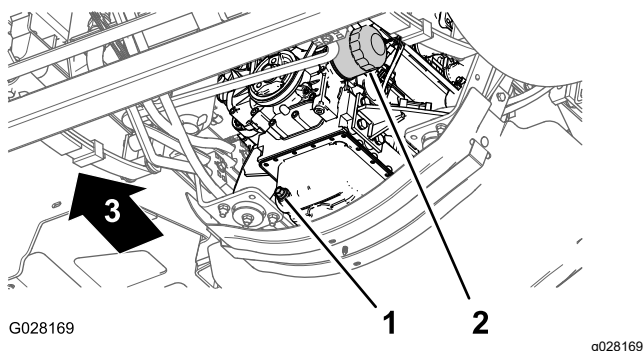

図 112
3. エンジンオイルフィルタの下にオイルを受ける容器をおく 図 112。
4. 古いオイルフィルタ 図 112を外す。
8. アダプタにフィルタを取り付け、ガスケットがアダプタに当たるまでフィルタを右に回し、そこから更に 1/2 回転増し締めする 図 112。
1. ドレンプラグの下にオイルを受ける容器をおく 図 112。
2. ドレンプラグ 図 112 を外して排出されるオイルを回収する。